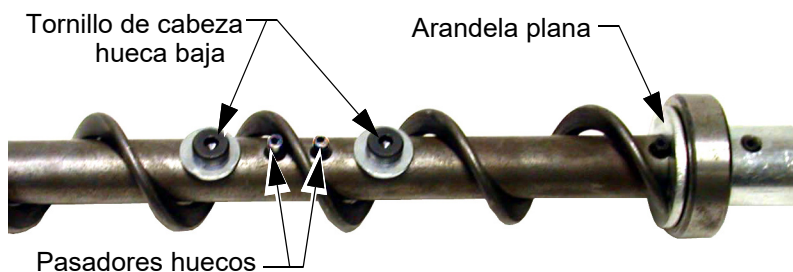

Figura 42. Conexión del sinfín y el cojinete de anclaje
Si hay que desarmar el sistema, tener mucho cuidado para impedir ser lesionado por el salto del sinfín. Ver la **Figura 42**.
1. Insertar el conjunto de anclaje en el sinfín y empujar la punta del sinfín entre los dos pasadores huecos en el centro del anclaje. Continuar empujando el sinfín hasta que la punta del sinfín toque la arandela plana. Apretar los tornillos de fijación en el centro del anclaje hasta que se detengan (**ver la Figura 42.**).